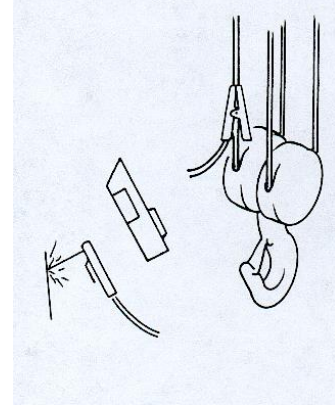

fig.91
- **NE JAMAIS** utiliser le câble ou la chaîne comme câble de mise à la terre pour soudeuse (fig.91).